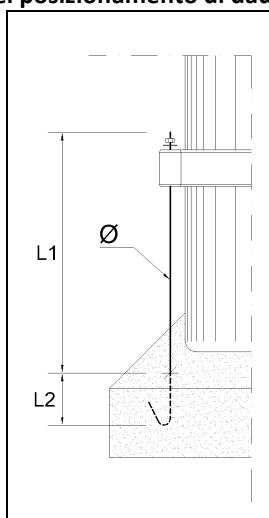

Figura 9 Dimensioni e distanze tirante per ancoraggio
- Regolare opportunamente la tensione di ancoraggio, mediante serraggio progressivo dei dadi presenti per ciascun tirante (Figura 9).